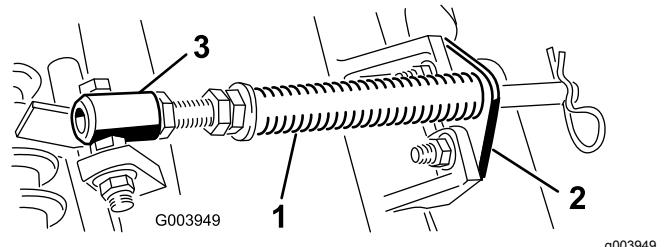

Рисунок 5
- A. Отверните два каретных болта и гайки крепления кронштейна штока к выступам режущего блока (Рисунок 5).
- B. Отверните фланцевую гайку крепления болта трубы пружины к выступу несущей рамы (Рисунок 5). Снимите этот узел.